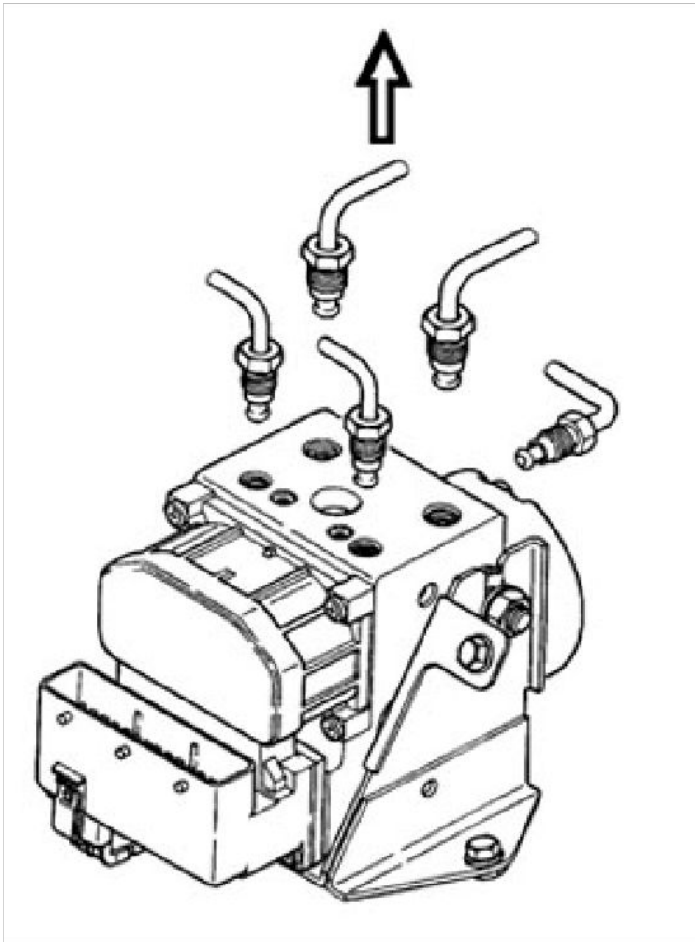

Рис. 12. Отсоединение трубопроводов
2. Отсоединить пять трубопроводов (рис. 12).